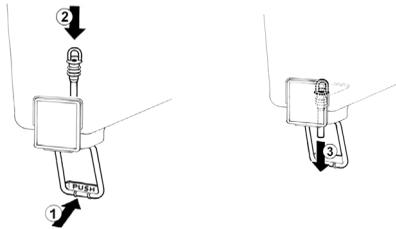

figura 4
fondo del contenedor (2). Tirar (3) ligeramente hacia abajo la extremidad del tubo de goma hasta ajustarlo completamente (ver figura 4).